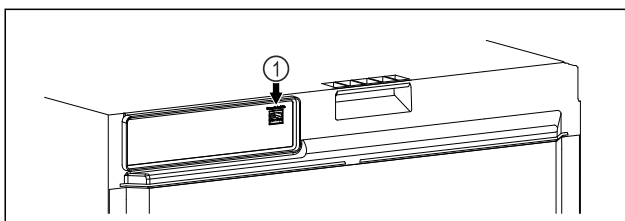

Fig. 115
- SmartModule *Fig. 115 (1)* ist eingesetzt.